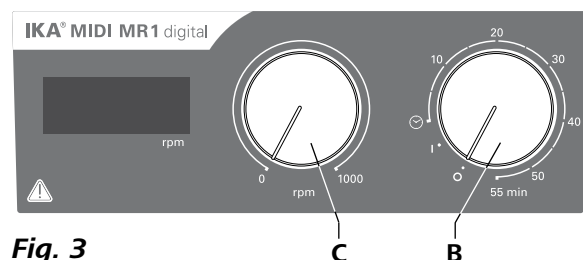

Fig. 3
- ☞ Zum Einschalten des Geräts drehen Sie den Drehknopf „Ein/Aus“ und „Timer“ (B, siehe Fig. 3) im Uhrzeigersinn in Position „1“.
- ☞ Zum Ausschalten des Geräts drehen Sie den Drehknopf „Ein/Aus“ und „Timer“ (B) in Position „0“.
- ☞ Stellen Sie die Motordrehzahl mit dem Reglerknopf „Drehzahl“ (C, siehe Fig. 3) ein. Die Motordrehzahl kann auf 0 bis 1000 rpm für **MIDI MR 1 digital** und auf 0 bis 600 rpm für **MAXI MR1 digital** eingestellt werden.